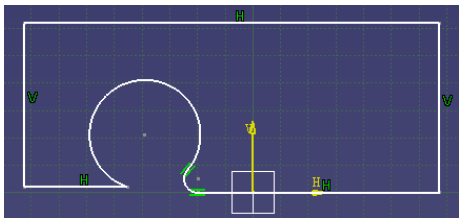
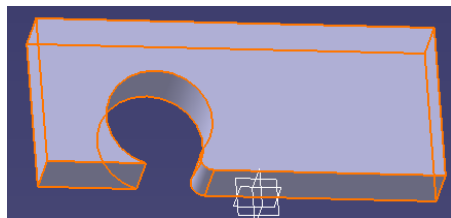

图 3-34
图 3-35
(1) 用 xy plane Profile 画如下图形 (见图 3-34, 图 3-35)。